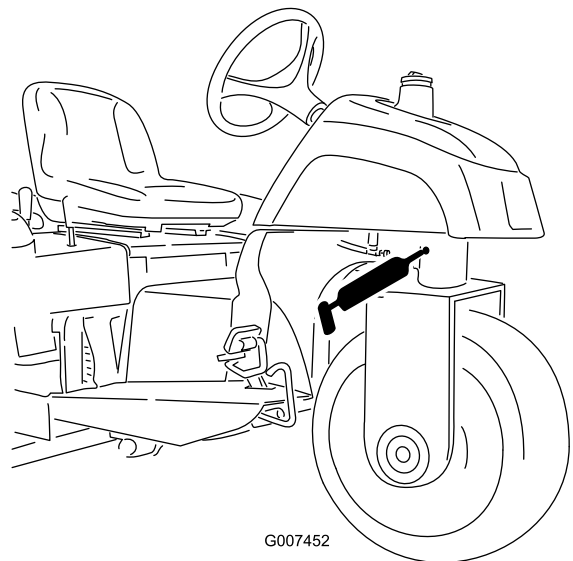

Figure 25
- Pivot de direction (Figure 25)
Remarque: Le raccord encastré sur le pivot de direction (Figure 25) nécessite un adaptateur pour la pompe à graisse. Vous pouvez le commander chez les distributeurs Toro agréés (Réf. 107-1998).